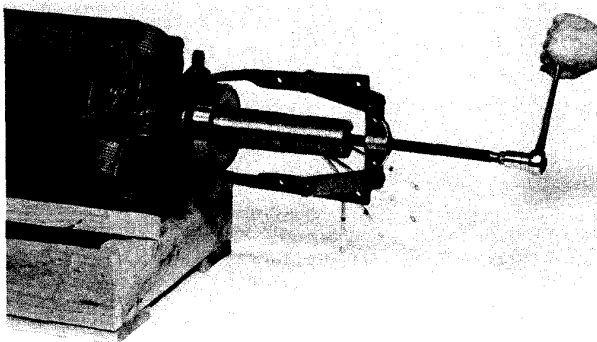

FIGURA 6-38
2. Si el cojinete va a ser reemplazado, quítelo con un extractor apropiado. (Figura 6-38.)